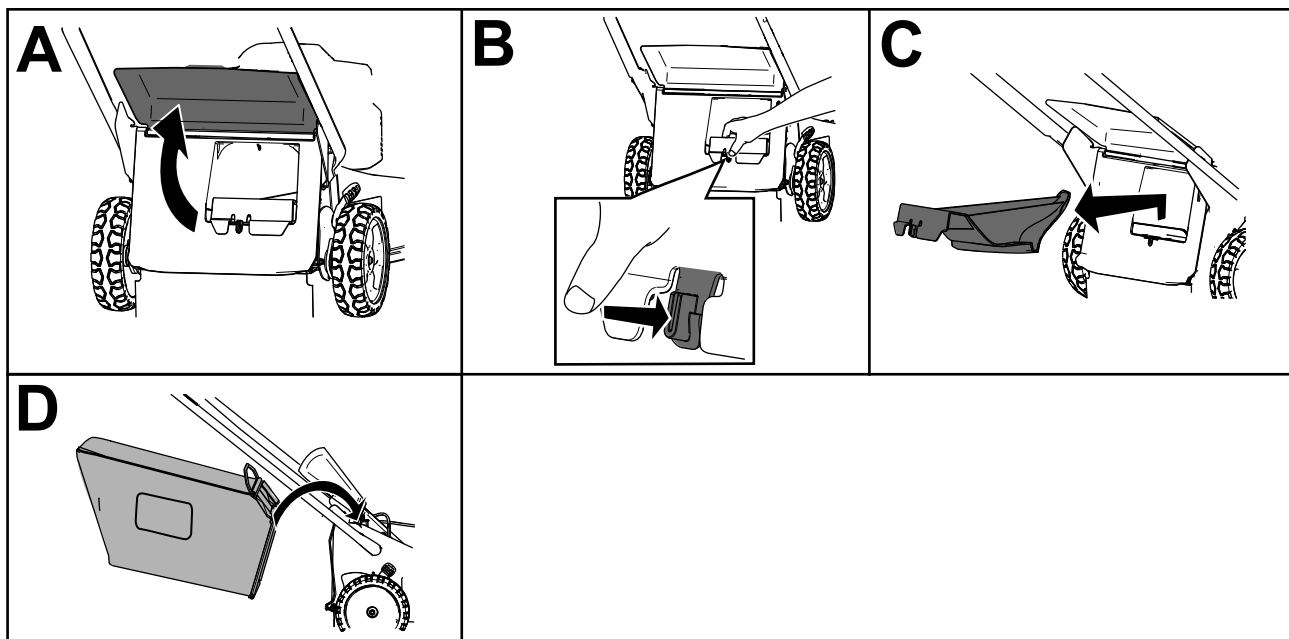

Figure 20
Remarque: Pour déverrouiller l'obturateur arrière, tournez le levier vers la droite (Figure 20).
3. Soulevez le déflecteur arrière et maintenez-le dans cette position (A de Figure 20).
4. Retirez l'obturateur d'éjection arrière en appuyant sur le verrou avec le pouce et en tirant l'obturateur hors de la machine (B et C de Figure 20).
5. Placez les extrémités de la tige du bac dans les crans à la base du guidon et basculez le bac d'avant en arrière pour vous assurer que les extrémités de la tige sont bien engagées au fond des deux crans (D de Figure 20).
3. Sortez la tige du bac à herbe des crans à la base du guidon (A de Figure 20).
4. Installez l'obturateur d'éjection (B de Figure 20).
5. Abaissez le déflecteur arrière (C de Figure 20).